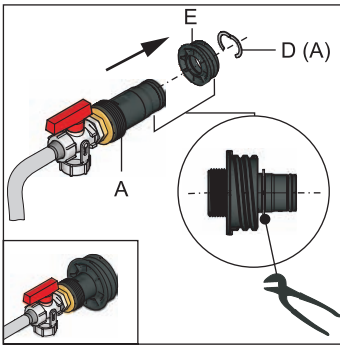

Bild 8-3 KFE-Befüllanschluss komplettieren
- 3 KFE-Befüllanschluss in Gewindestück (Bild 8-3, Pos. E) einstecken und mit Klemmstück (Bild 8-3, Pos. D) sichern.